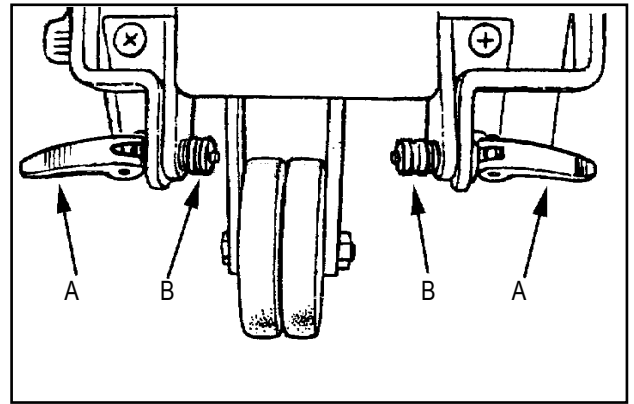

Figure 2
1. Ouvrez les leviers (2A) de blocage rapide et dévissez les écrous de réglages (2B) pour permettre l'installation du charriot. (Voir figure 2)